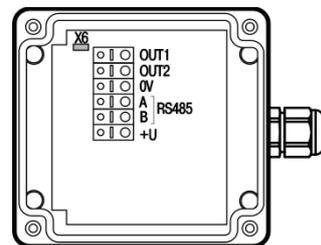

Рисунок 6.1
- 2) установить переключку X6 (см. рисунок 6.1);